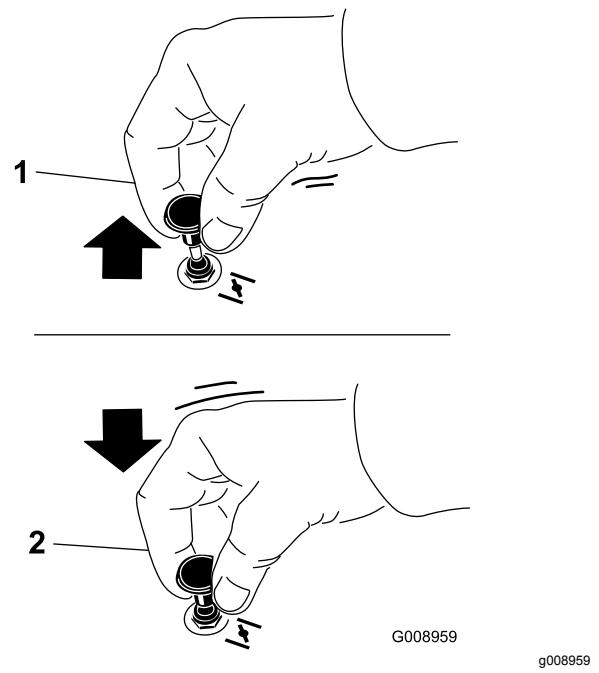

Figura 24
2. Spingete giù lo starter per disinnestarlo una volta acceso il motore (Figura 24).